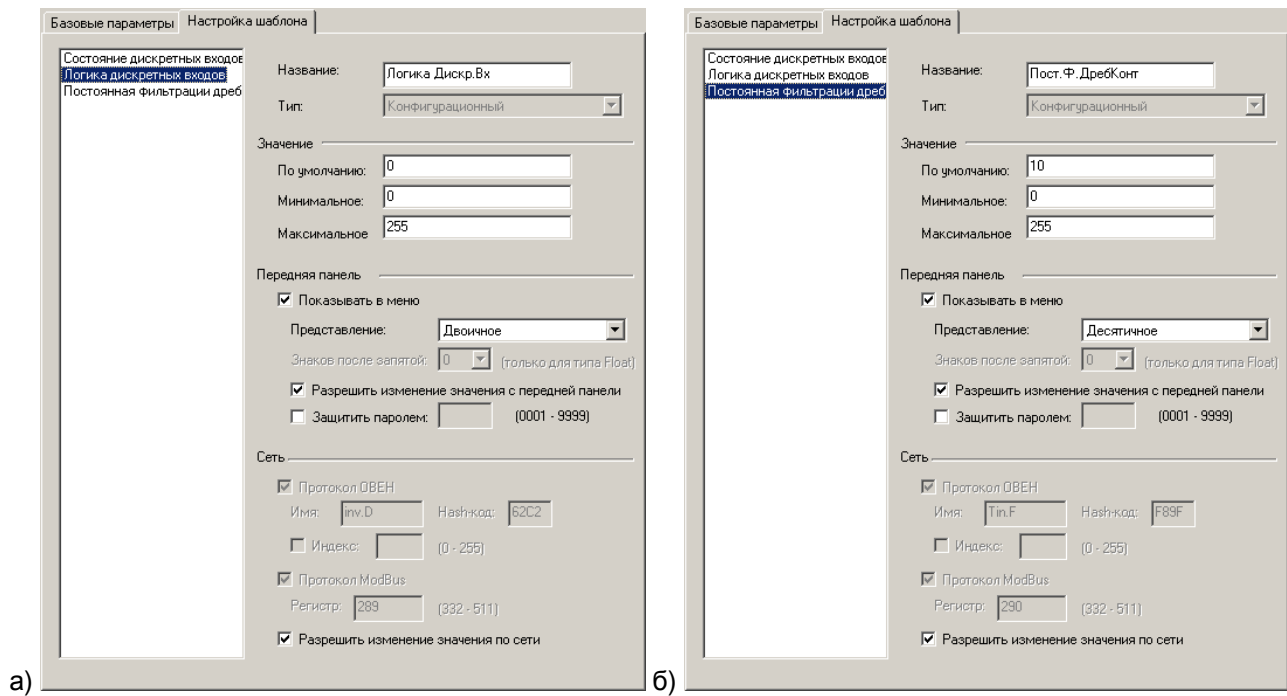

Рисунок 7.13 – Настройка параметров «Логика дискретных входов» (а) и «Постоянная фильтрация дребзга контактов» (б)
- «Логика дискретных входов» («Логика Дискр. Вх.») – диапазон значений от 0 до 255, значение по умолчанию 0. Параметр задает логику инвертирования дискретных сигналов. По умолчанию в параметре задано значение «0», соответствующее в битовом формате «00000000» (см. рисунок 7.13, а). Для изменения логики необходимо выставить «1» в разряде, соответствующему номеру дискретного входа, где замыкание сухого контакта должно восприни-
- «Постоянная фильтрации дребезга» – задает период опроса состояния одного дискретного входа, задается в единицах миллисекунд (1 ед. = 1 мс); диапазон значений от 0 до 255, значение по умолчанию 10 (см. рисунок 7.13, б).